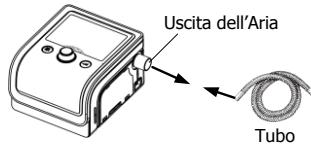
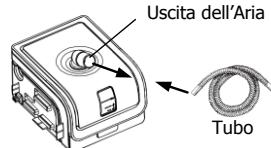

Fig. 11-4
Fig. 11-5
(1) Collegare un'estremità del tubo all'uscita dell'aria del dispositivo principale, come mostrato nella Fig. 11-4. Se il dispositivo principale viene utilizzato con un umidificatore, collegare un'estremità del tubo all'uscita dell'aria dell'umidificatore, come mostrato nella Fig. 11-5.